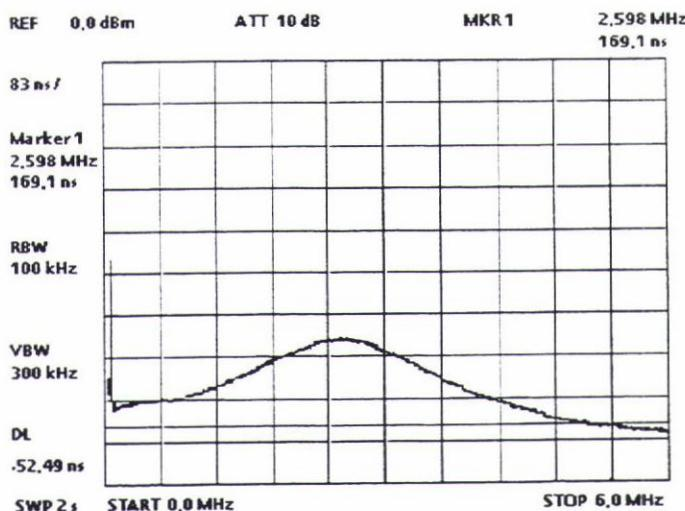

Bild 7-7 Gruppenlaufzeit von Allpaß 3
- Mit R401 die Gruppenlaufzeit so einstellen, daß sich eine Differenz der Laufzeit zwischen 2,6 MHz und 5 MHz von ca. 178 ns ergibt (siehe Bild 7-7).